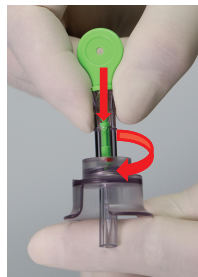

figure 5
- d) Insérez la seringue dans l'adaptateur de remplissage en la tournant dans le sens des aiguilles d'une montre, comme illustré en figure 5. Retirez le manchon protecteur du perforateur de l'adaptateur de remplissage.